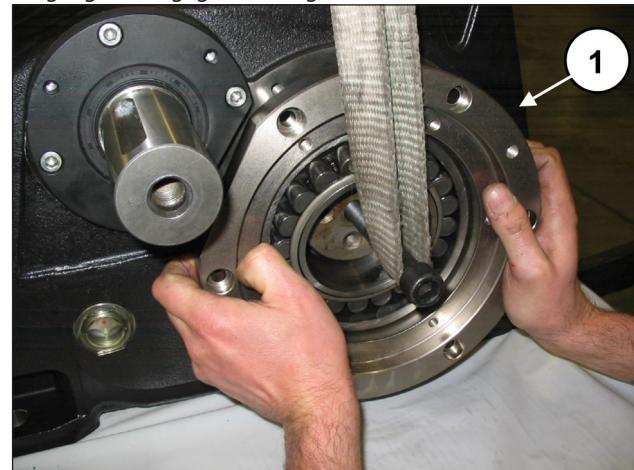
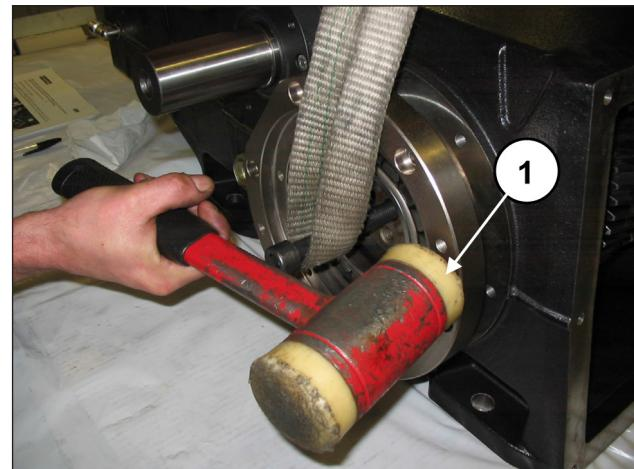

Abb. 72
Abb. 73
Setzen Sie zwei Gewindestifte M16 an das Ende der Kurbelwelle und treiben Sie bei angehobener Welle (Pos. ①, Abb. 72) den Lagerdeckel samt Lager und O-Ring (Pos. ①, Abb. 73) mithilfe eines Schlagwerks ein. Wiederholen Sie den Vorgang an der gegenüberliegenden Seite.